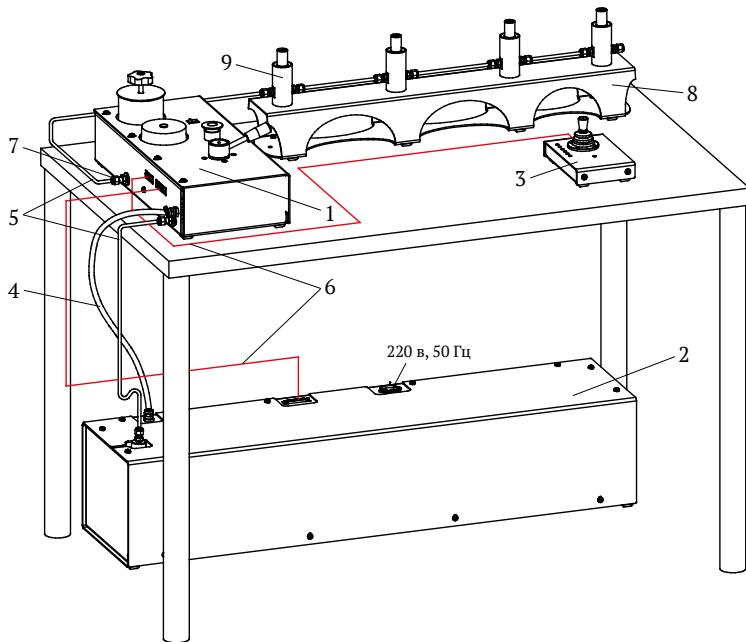

Рис. 1. Внешний вид системы:
4.1 Внешний вид системы показан на рис. 1.
4.6 ГСКА состоит из четырех основных частей — пульта управления 1 (Рис. 1), силового блока 2, джойстика 3 и коллектора 8. Эти блоки соединены между собой: труборуководом низкого давления 4, трубопроводами высокого давления 5 и двумя информационными кабелями 6. Подключение внешних устройств и коллектора осуществляется с помощью фитинга 7. Данная конструкция обусловлена удобством ее размещения на рабочем месте. Силовой блок, как правило размещается на полу, под столом, а пульт управления, джойстик и коллектор на столе.